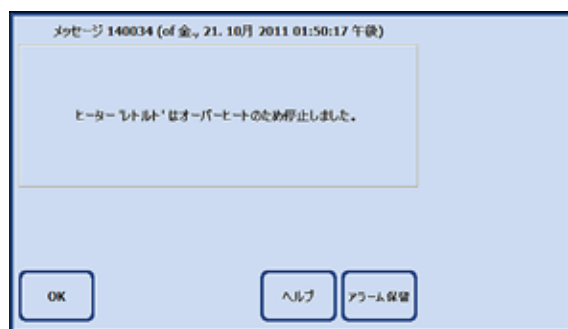

図 112
- 問題の内容に応じて、別のメッセージボックスが表示されてシステムがとった対処法をユーザに通知します（図 112）。このメッセージも **OK** で確認してください。